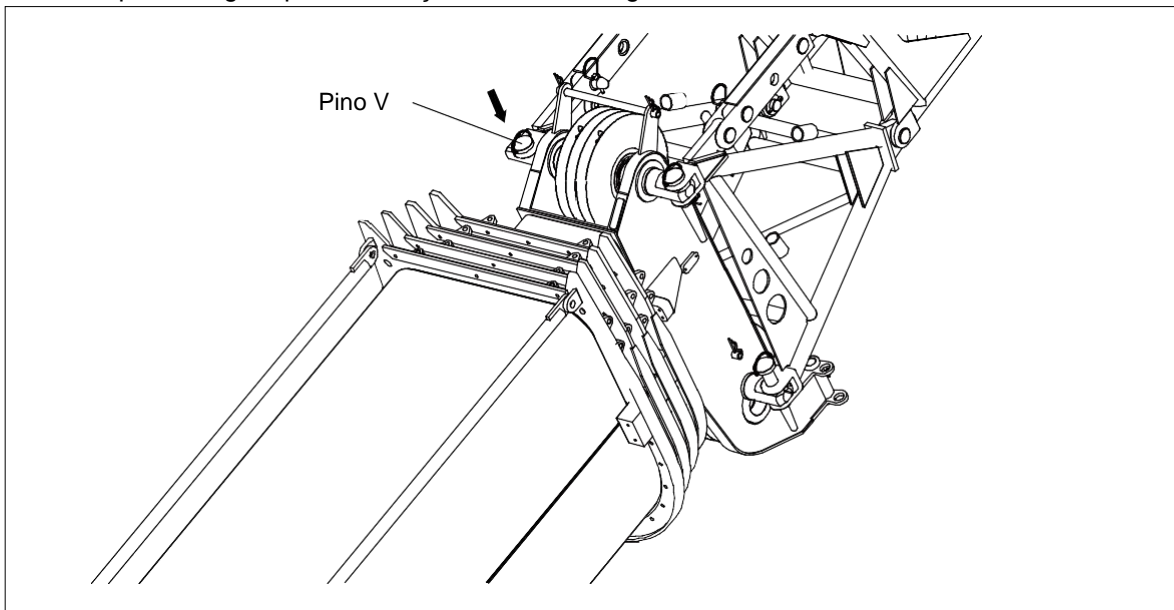

Figura 5-8 Instalação do pino V
- k) Alinhe a extremidade do braço com os pontos de conexão na lança principal. Instale o pino V e grampo de retenção. Consulte a figura 5-8.